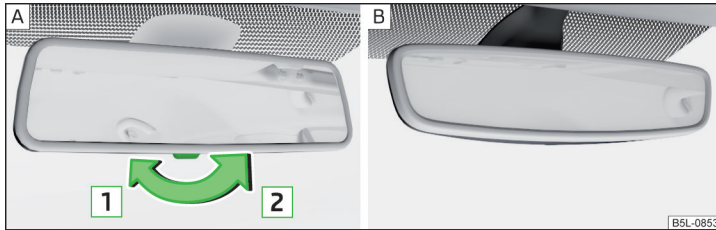

Fig. 53 Retrovisor interior: con ofuscación manual / con ofuscación automática
**Espejo con ofuscación manual** » fig. 53 - A
La ofuscación del espejo » fig. 53 - B es manejada automáticamente después del encendido del motor.